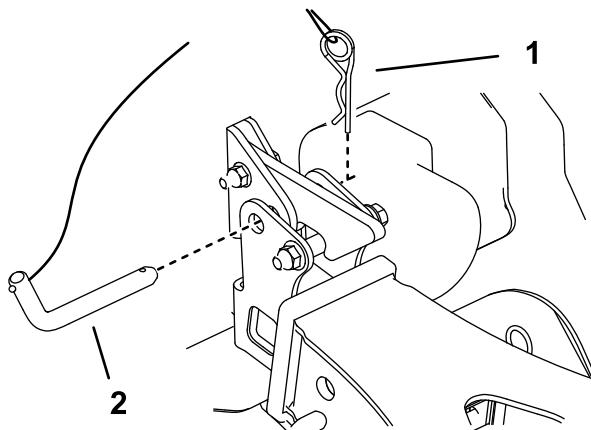

Figura 17
5. Retire el pasador de enganche y la chaveta que sujetan el conjunto del soplador al receptor de enganche (Figura 17).